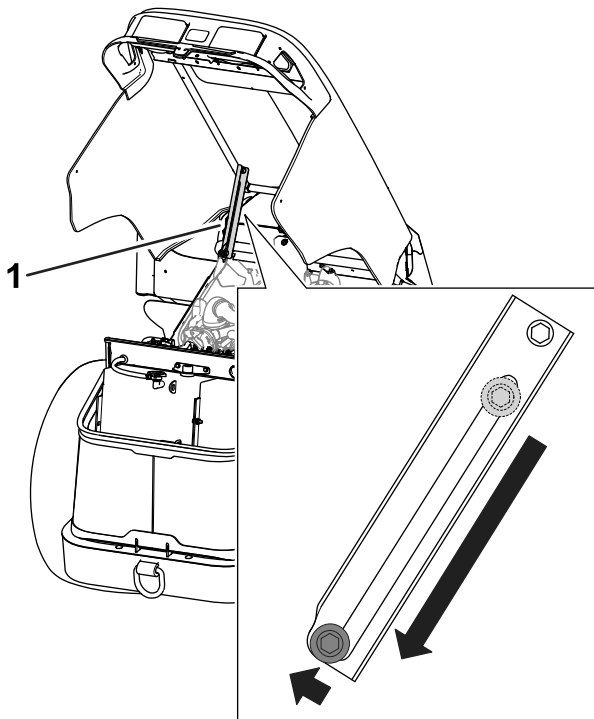

Figura 69
3. Asegúrese de que el perno de la varilla de sujeción del capó está en la muesca para que sujete el capó en la posición elevada (Figura 69).